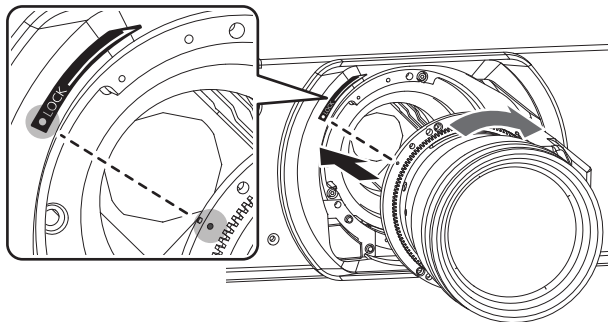

Abb. 1
- 1) **Setzen Sie das Projektionsobjektiv ein, indem Sie die Projektionsobjektiv-Markierung (orange) an der Markierung am Projektorgehäuse (○ links neben LOCK) ausrichten und es im Uhrzeigersinn drehen, bis es einrastet. (Abb. 1)**